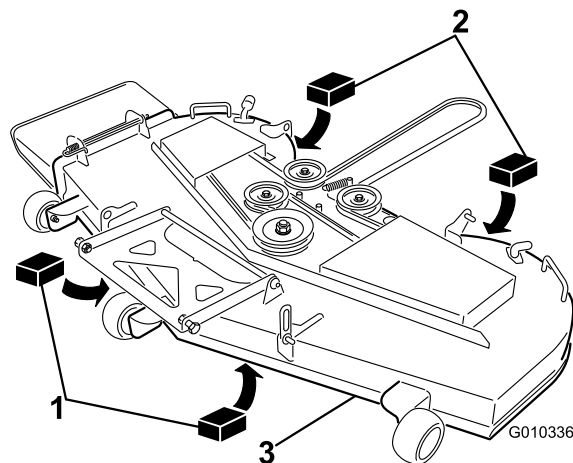

Figura 62
3. Coloque dos bloques de 6.6 cm (2⁵/₈") de grosor debajo de cada lado del borde delantero de la carcasa, pero no debajo de los soportes de los rodillos protectores del césped (Figura 62).
4. Coloque dos bloques de 7.3 cm (2⁷/₈") de grosor debajo del borde trasero del faldón de la carcasa de corte, uno en cada lado de la carcasa de corte (Figura 62).